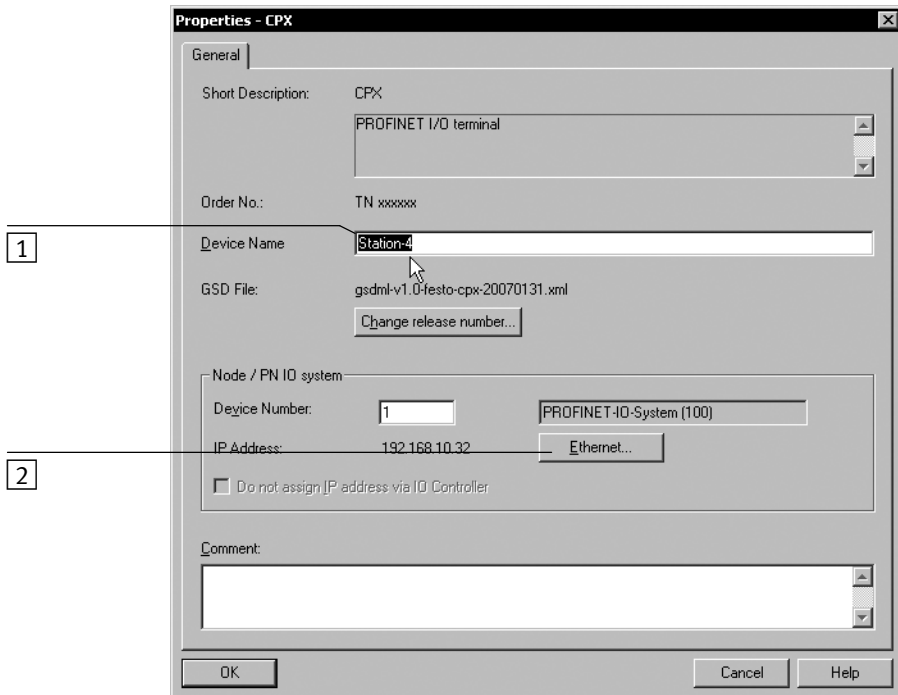

Bild 2/3: CPX-terminalens egenskaper – enhetsnamn och IP-adressering
6. I fältet “Device Name” anger du ett entydigt enhetsnamn för CPX-terminalen (1) i Bild 2/3, t.ex. CPX-01, Station-xy eller en användningsspecifik beteckning).